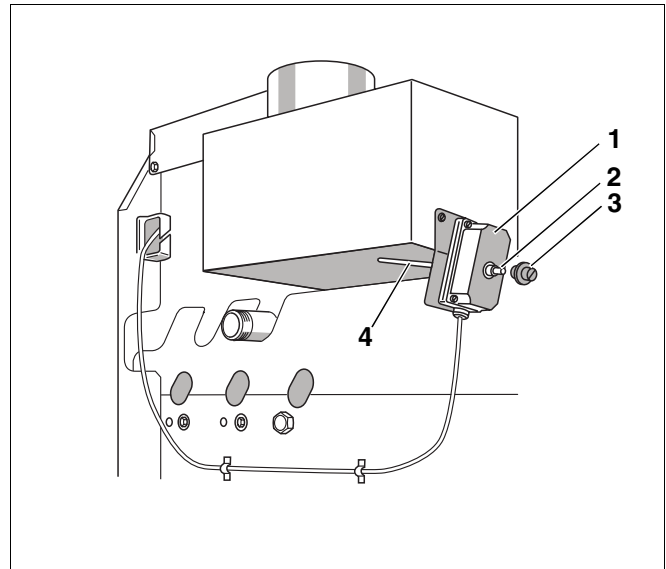

Abb. 43 Abgasüberwachung AW 10 überprüfen
- Abgasüberwachung (Abb. 43, **Pos. 1**) von der Strömungssicherung abschrauben.
- Abgastemperaturfühler (Abb. 43, **Pos. 4**) bei laufendem Brenner in den Kern des Abgasstromes halten.
- Abgasüberwachung (Abb. 43, **Pos. 1**) wieder montieren.
- Nach ca. 2 Minuten Schutzkappe (Abb. 43, **Pos. 3**) entfernen und Entriegelungsstift (Abb. 43, **Pos. 2**) fest eindrücken.